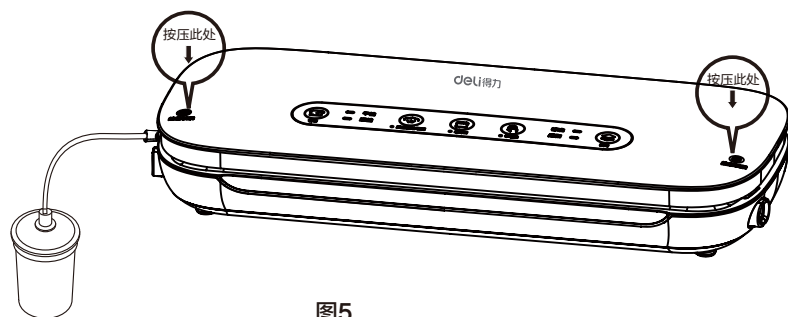

图5
3. 将抽气管的两端分别插入机器外抽口和保鲜罐或盒盖上的抽气口，确保保鲜罐或盒处于密封状态，关闭上盖并用手掌按压上盖两端有标记处，听到清脆的锁扣声，如图5；